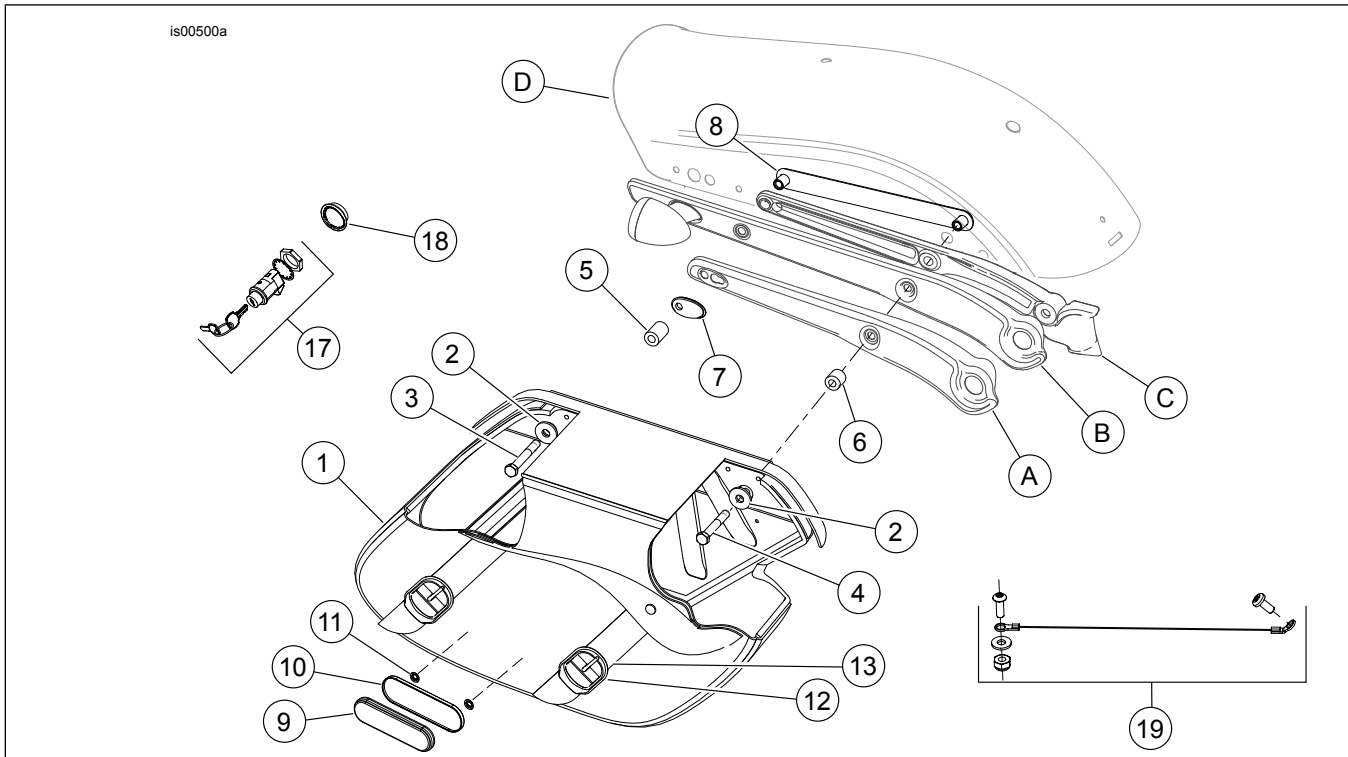

Abbildung 3. Ersatzteile für Ausführungen des Jahres 2006 und später (außer FXDB)
Siehe Abbildung 3 und Tabelle 3.
5. **Alle anderen Modelle:** Siehe Abbildung 3 und Tabelle 3. Die im Satz enthaltene Schutzblech-Stützhalterung (8) im Inneren des Schutzbleches einbauen.
12. Für FXDB-Modelle ab 2009 und FXDWG-Modelle ab 2010, die Vertiefungsabdeckung (7) entsorgen.